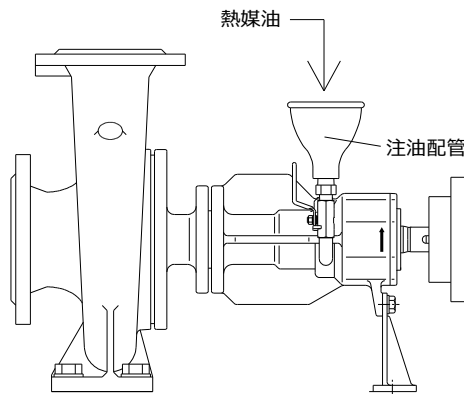

図3.1-1 注油配管からの注油
- (A) 吸込・吐出側のバルブを開き、揚液を自然流下させてください。
- (B) 注油配管(図3.1-1)付きの場合は、ベアリングケース(3300)のGネジプラグ(9031)を開き、注油配管から熱媒油を入れてベアリングケース内の空気を全て排出してください(油量は表3-1を参照ください)。注油配管付きでない(吸込圧力が十分ある)場合は、ベアリングケースのGネジプラグを開き、シャフト(2100)を手回ししてベアリングケース内の空気を全て排出してください。
- (C) 揚液が完全に充満されたら、Gネジプラグと吐出側のバルブを閉めてください。